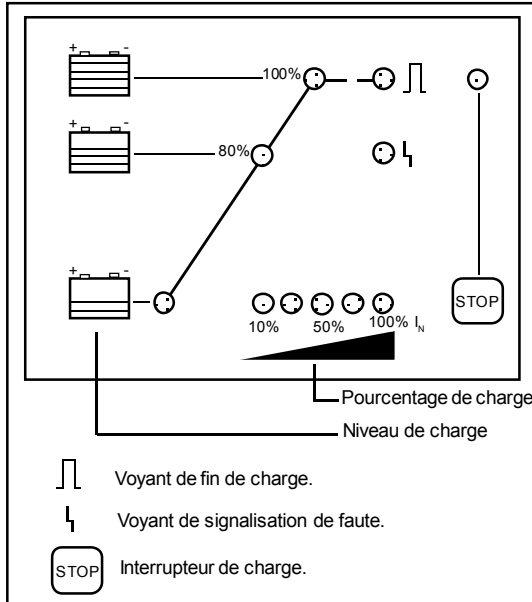

Fig. 1 - Panneau de visualisation de charge.
- Les chargeurs 40 A et 80 A (Fig. 3) sont munis d'un panneau de visualisation de charge (Page 16 - Fig.1).
- L'appareil peut être équipé d'une prise 220v en nacelle (Page 6 - Fig. 1) et d'un disjoncteur différentiel (En option). Le disjoncteur différentiel est intégré au chargeur.